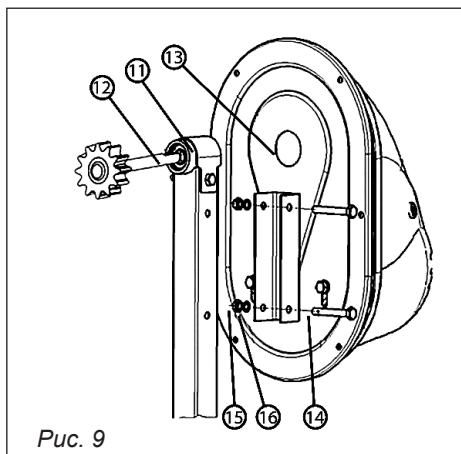

Рис. 9
6.4. Установка моторного блока на раму (рис. 9)